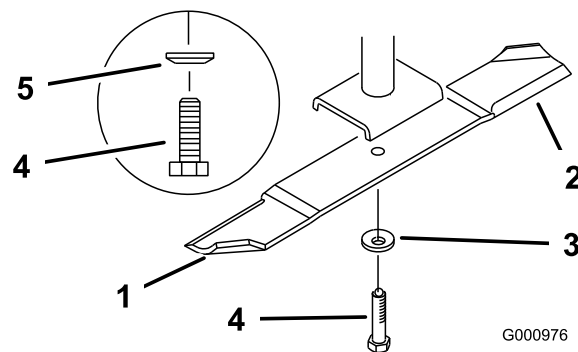
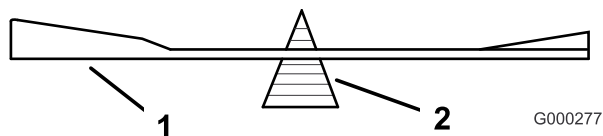

Figura 82
Figura 81
2. Retire del eje el perno de la cuchilla, la arandela de muelle y la cuchilla (Figura 82).
2. Verifique el equilibrio de la cuchilla colocándola sobre un equilibrador de cuchillas (Figura 81). Si la cuchilla se mantiene horizontal, está equilibrada y puede utilizarse. Si la cuchilla no está equilibrada, rebaje algo el metal en la parte de la vela solamente (Figura 82). Repita este procedimiento hasta que la cuchilla esté equilibrada.
1. Instale la cuchilla en el eje (Figura 82).
2. Instale la arandela de muelle y el perno de la cuchilla. El cono de la arandela de muelle debe estar orientado hacia la cabeza del perno (Figura 82). Apriete el perno de la cuchilla a 115–150 Nm (85-110 pies-libra).